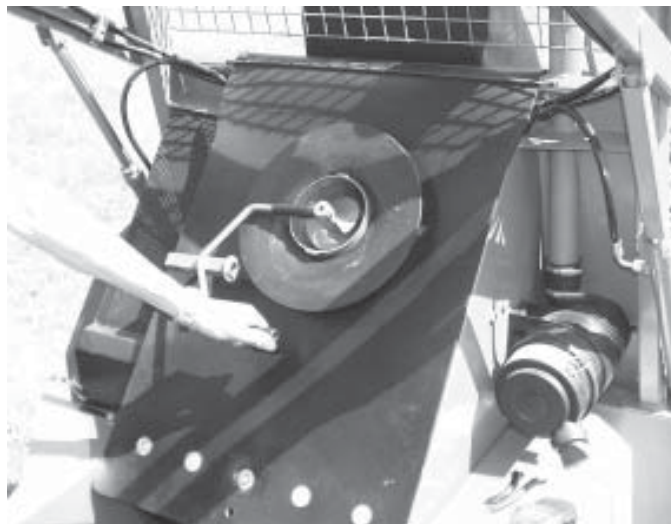

Abb. 23
- Fremdkörper durch Drehen der Förderschnecke lösen und entfernen (Abb. 23)